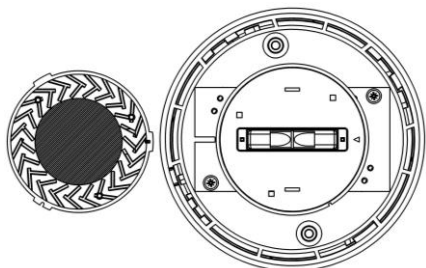

Рисунок 6.1 – Димові камера сповіщувача у відкритому стані
- 3) зняти захисну сітку разом з кришкою димової камери, відтягуючи її від основи (Рис. 6.1);